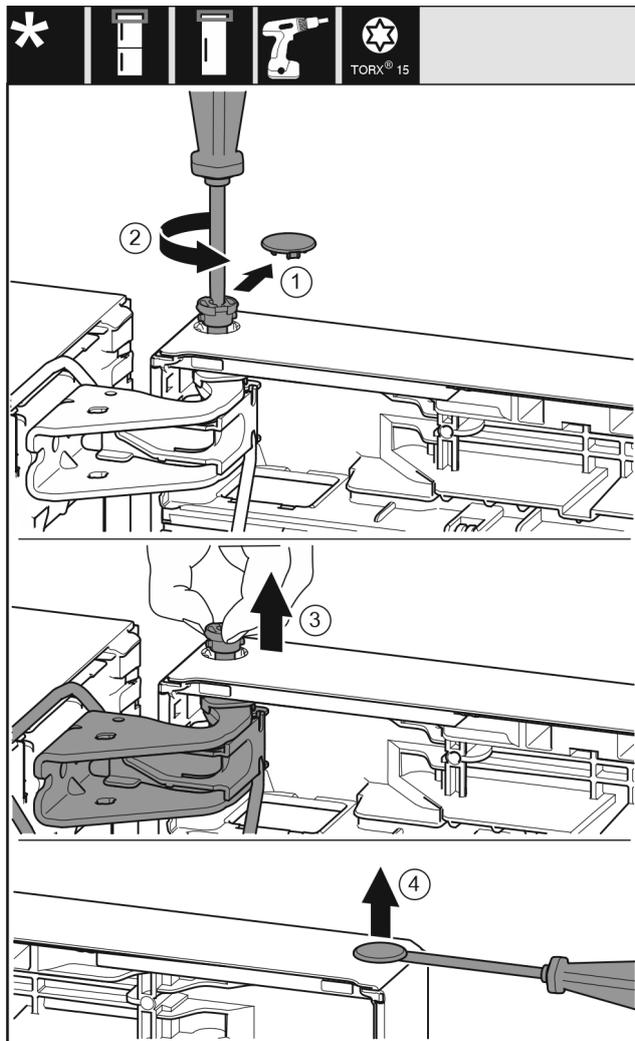

Fig. 20
- ▶ Sicherungsabdeckung vorsichtig abziehen. *Fig. 20 (1)*
- ▶ Bolzen mit Schraubendreher T15 ein Stück herausdrehen. *Fig. 20 (2)*
- ▶ Tür festhalten und Bolzen mit den Fingern herausziehen. *Fig. 20 (3)*
- ▶ Stopfen aus der Türlagerbuchse vorsichtig mit einem Schlitzschraubendreher anheben und herausziehen. *Fig. 20 (4)*